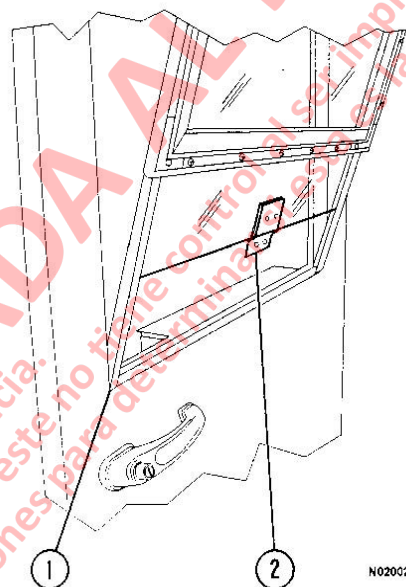

FIGURA 2-12
11. Levante el vidrio de la puerta en el marco (1, Figura 2-12) de modo que quede cerca de la parte superior. Sosteniendo el vidrio en su lugar, incline el marco en la parte superior. Levante el marco y el vidrio y sáquelos de la puerta.
El soporte (2, Figura 2-12) en la parte inferior del vidrio debe separarse del marco de la puerta si aún está sobre el vidrio.